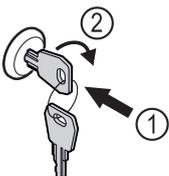

Fig. 127
- Schlüssel hineindrücken Fig. 127 (1).
- Schlüssel um 90° im Uhrzeigersinn drehen Fig. 127 (2).